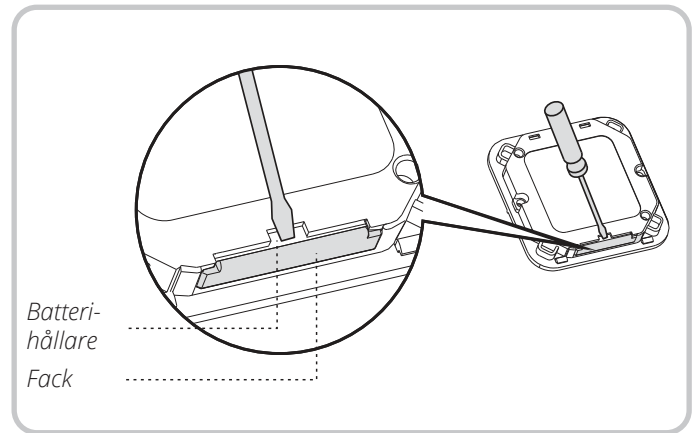

Fig. 23
- Dra ut batterihållaren med skruvmejsel (se Fig. 23).